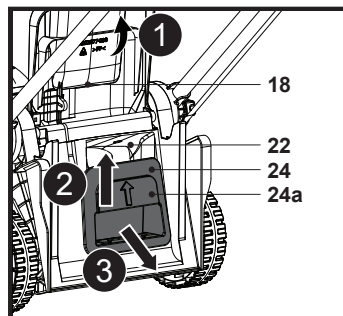

Fig. 14
2. Ridică mânerul încastrat (24a) și trage accesoriul de mărunțire (24) până îl scoți complet afară din jgheabul de evacuare spate (22) (fig. 14).